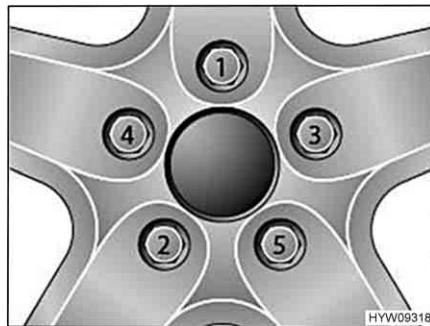

Fig. 134 Serraggio a croce di dadi delle ruote e bulloni delle ruote
- Serrare i dadi delle ruote o i bulloni delle ruote nell'ordine riportato in Fig. 134. A tale scopo, utilizzare una chiave dinamometrica e rispettare la coppia di serraggio indicata (vedi paragrafo 13.5.2).
- Controllare regolarmente il serraggio dei dadi o dei bulloni. Regolare il serraggio dei dadi delle ruote o dei bulloni delle ruote di una ruota sostituita dopo circa 50 km. A tale scopo, procedere seguendo l'ordine indicato in Fig. 134.
- Se si utilizzano cerchioni nuovi o riverniciati, regolare il serraggio dei bulloni o dei dadi dopo altri 1000 - 5000 km. A tale scopo, procedere seguendo l'ordine indicato in Fig. 134.
- ▷ Serrare a croce i dadi o i bulloni delle ruote (Fig. 134).